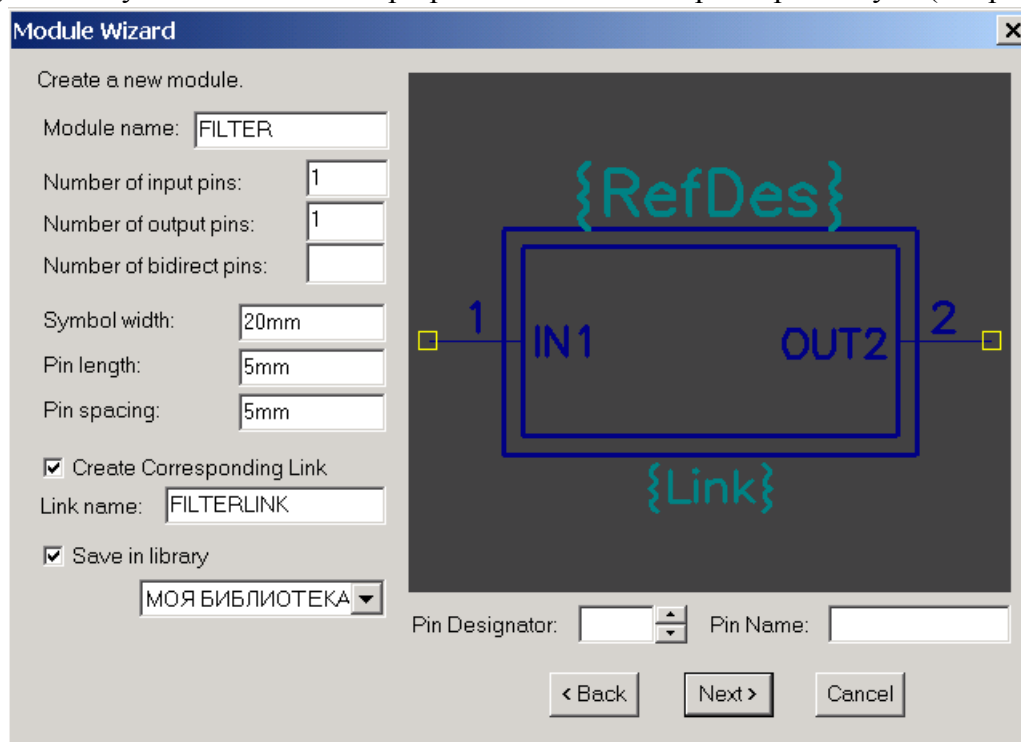

Рис. 6-16. Задание параметров модуля
- 4) На следующем шаге Мастер предлагает задать параметры модуля (см. рис. 6-16):
- 5) Установите параметры модуля как показано на рис. 6-16 и нажмите кнопку **Next**.